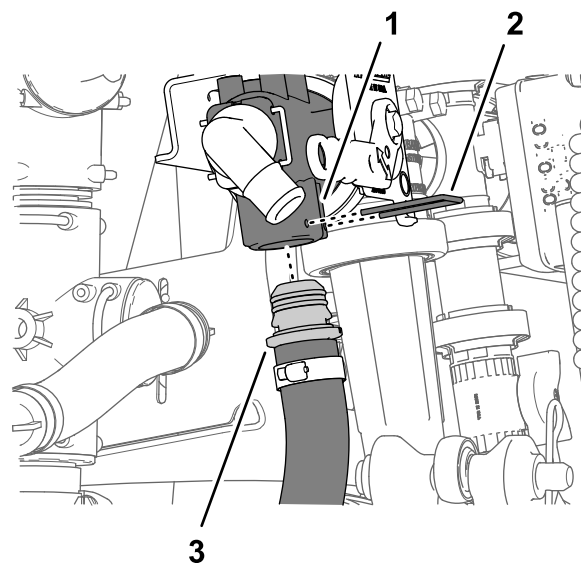

Рисунок 226
3. Совместите другой прямоугольный штуцер шланга подачи в сборе (номер 131-9648 по каталогу Toro) с открытым отверстием в тройнике на насосе опрыскивателя и вставьте прямоугольный штуцер до его полной посадки в тройнике (Рисунок 226).
4. Совместите прямой штуцер типа «елочка» напорного шланга в сборе (номер 131-9648 по каталогу Toro) с нижним отверстием отсечного клапана потока жидкости и вставьте прямой штуцер до его полной посадки в клапане (Рисунок 226).